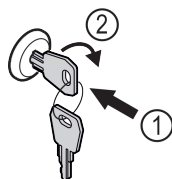

Fig. 176
- ▶ Włożyć kluczyk Fig. 176 (1).
- ▶ Przekręcić kluczyk o 90° w prawo Fig. 176 (2).